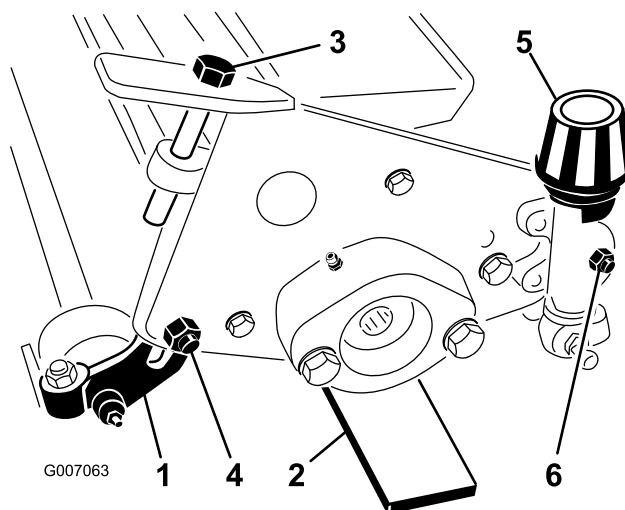

Bild 2
2. Lösen Sie die zwei (2) Sicherungsmuttern an den Schlossschrauben, mit denen die Hinterradhalterungen am Rahmen des Vertikutiergeräts befestigt sind (Bild 2).
4. Drehen Sie die Einstellkopfschrauben an jedem Ende des Vertikutiergerätes so, dass die Radhalterungen in der höchsten Stellung sind (Bild 2). Stellen Sie die Hinterräder auf die ebene Oberfläche
3. Lösen Sie beide Handräder für die Schnitthöhe, wenn beide Hinterräder die ebene Oberfläche berühren. Drehen Sie die Handräder für die Schnitthöhe, bis beide Enden der vorderen Rolle die ebene Oberfläche berühren. Prüfen Sie den Kontakt mit einem Stück Papier an jedem Ende der Rolle. Ziehen Sie die Sicherungsmuttern der beiden Handräder für die Schnitthöhe wieder fest (Bild 2).